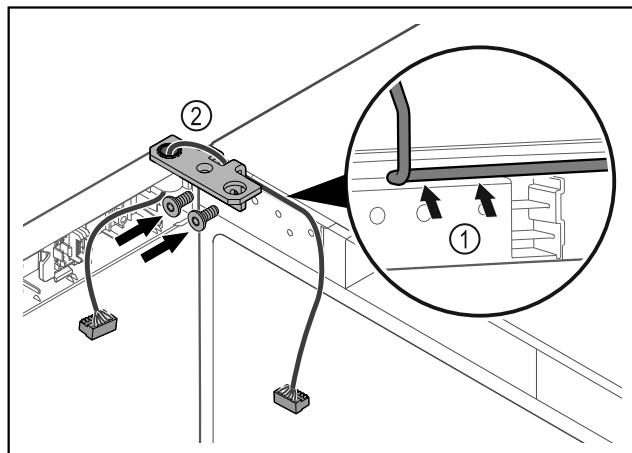

Fig. 43
- Кабель провести через віймку шарнірного кутика і обережно прокласти Fig. 43 (1).
- Накрутити шарнірний кутик Fig. 43 (2).